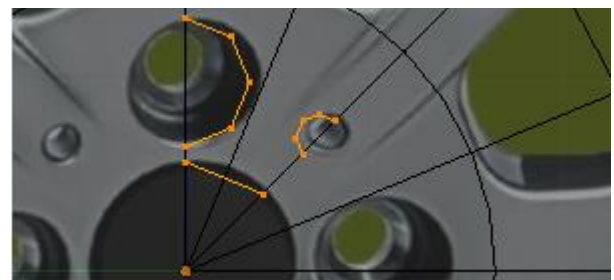

Figura 5.22
12. Elimine todos os vértices que estão fora do 1º semi-quadrante superior, figura 5.22.